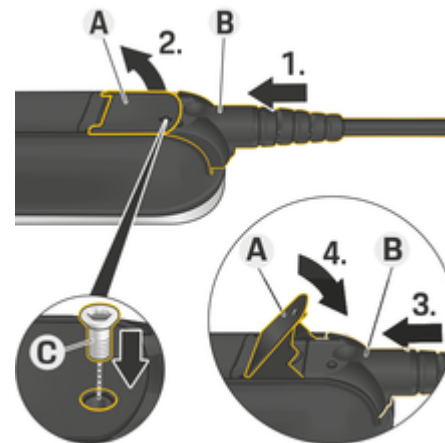

Fig. 9: Ligar cabos e fixar fichas
- ✓ A alavanca **A** (Fig. 9) está fechada.
1. Introduza a ficha **B** (Fig. 9) na unidade de comando até sentir resistência.
5. Fixe a ficha **B** na unidade de controle com o parafuso **C** (Fig. 9).